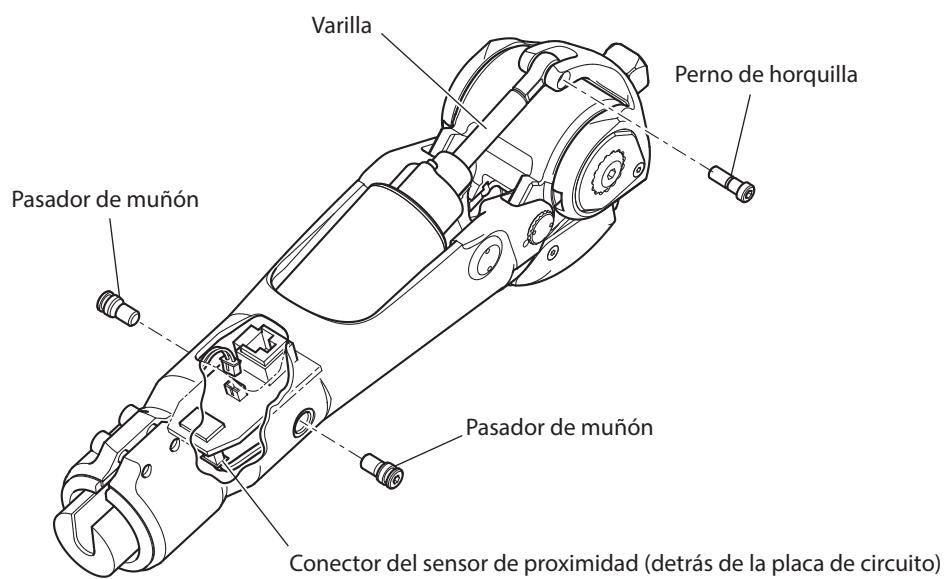

Imagen 25 Desmontaje/Instalación del módulo del cilindro
- 2** Retire el perno de horquilla y el pasador de muñón (Imagen 25).
- 3** Fije el pasador de muñón y el perno de horquilla (Imagen 25).